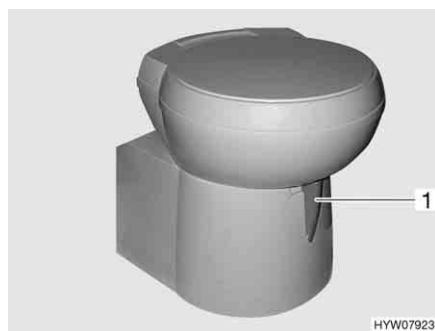

Fig. 117 Tazza del WC Thetford, orientabile
- Prima di tirare l'acqua, aprire il cursore della toilette Thetford. A tal fine girare la leva del cursore (Fig. 117,1) in senso antiorario.